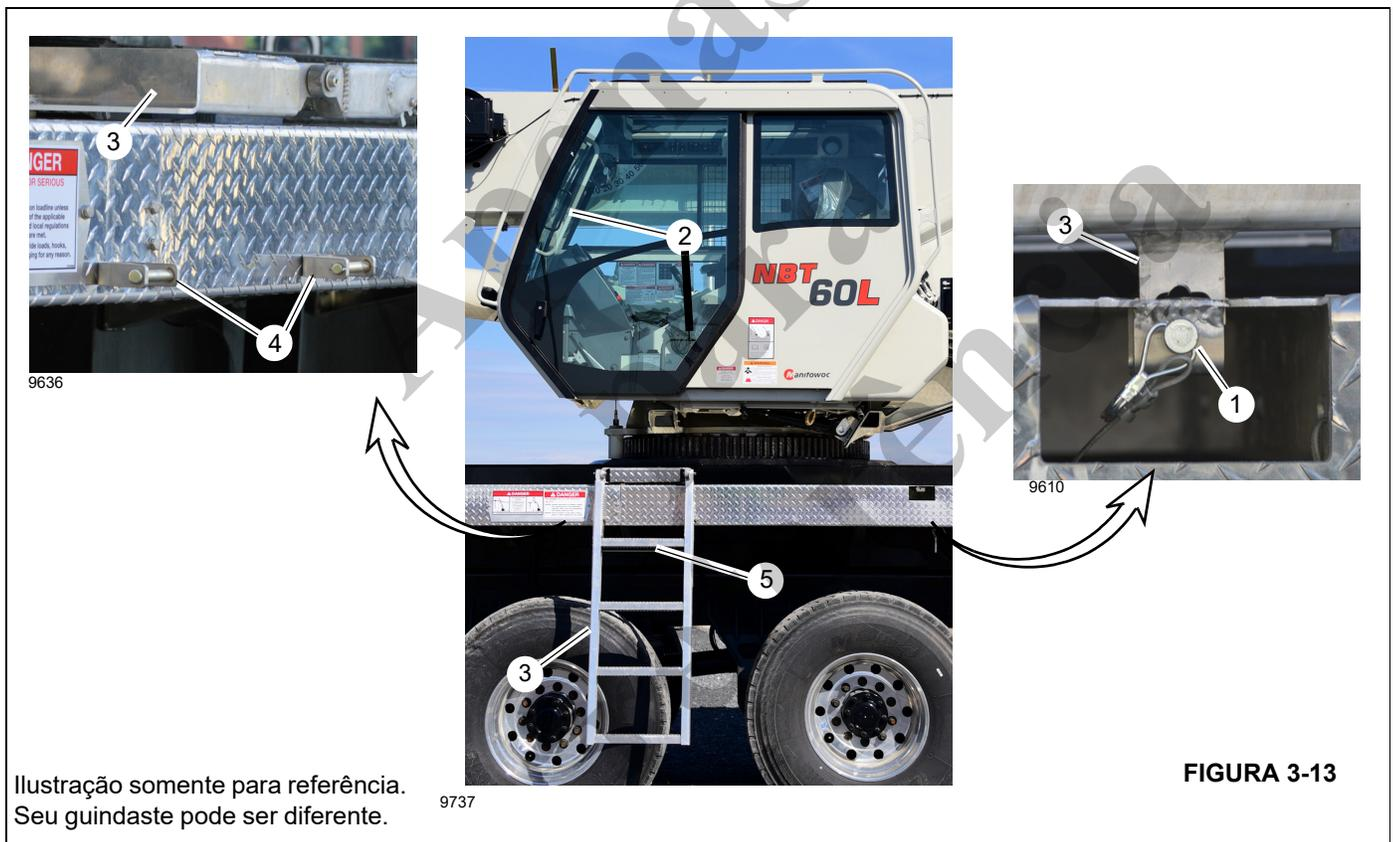

FIGURA 3-13
Para entrar na cabine do guindaste, use a escada (1, Figura 3-13) guardada perto da cabine na plataforma do transportador e posicione-a como mostrado na Figura 3-13. A escada é fixada na posição por meio de fixações (4). Depois de abrir a porta da cabine, suba a escada segurando as alças de mão (2) na porta de entrada para entrar na cabine. Não tente acessar a cabine do guindaste por outros meios. Quando concluído, solte a escada usando a alavanca de liberação (5) e eleve e gire para a posição retraída.